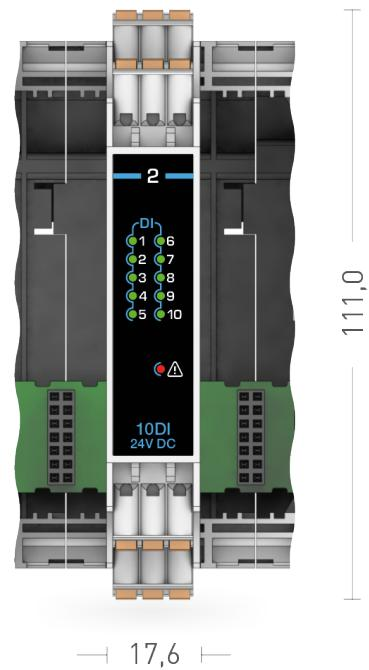
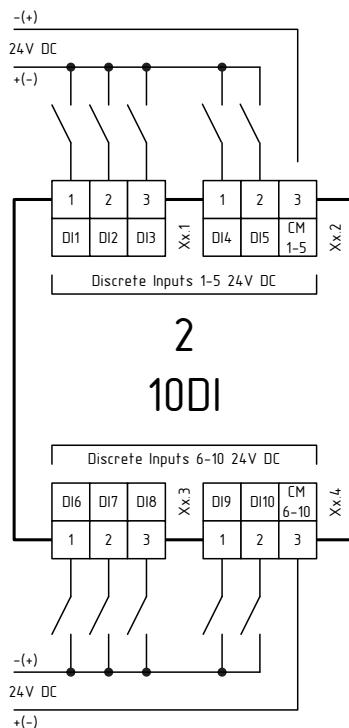

Рисунок 1.12 – Внешний вид модуля расширения MCU-2-10DI
Рисунок 1.13 – Схема подключения модуля расширения MCU-2-10DI
- Внешний вид и схема подключения приведены на рис. 1.12 и рис. 1.13.